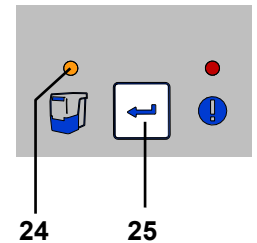

Fig. 11
- ⇒ Premere il tasto Enter (25) (il contatore che rileva i tempi dell'intervallo di svuotamento viene riazzerato).
- ◆ La spia di modo operativo Automatico (24) si spegne.
**Se il cassetto raccogli-polvere non viene svuotato, la spia di svuotamento cassetto (24, Fig. 11) continua a lampeggiare. Dopo lo spegnimento / accensione dell'apparecchio, un triplo segnale acustico avvisa nuovamente di svuotare il cassetto raccogli-polvere.**